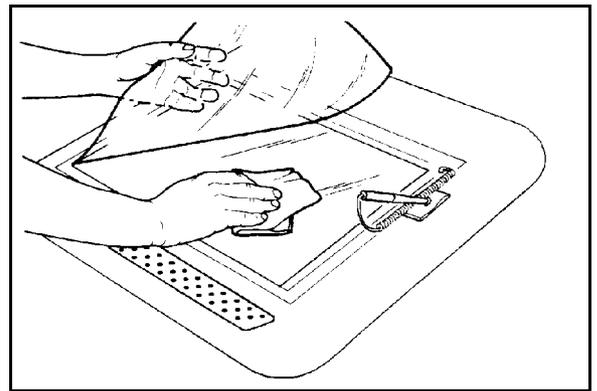

Fig. 5: Pulizia del pannello di modifica
- 2 Sollevare la mascherina di plastica e sfregare la superficie superiore del pannello di modifica finché non è pulita e asciutta, come illustrato in Fig. 5.